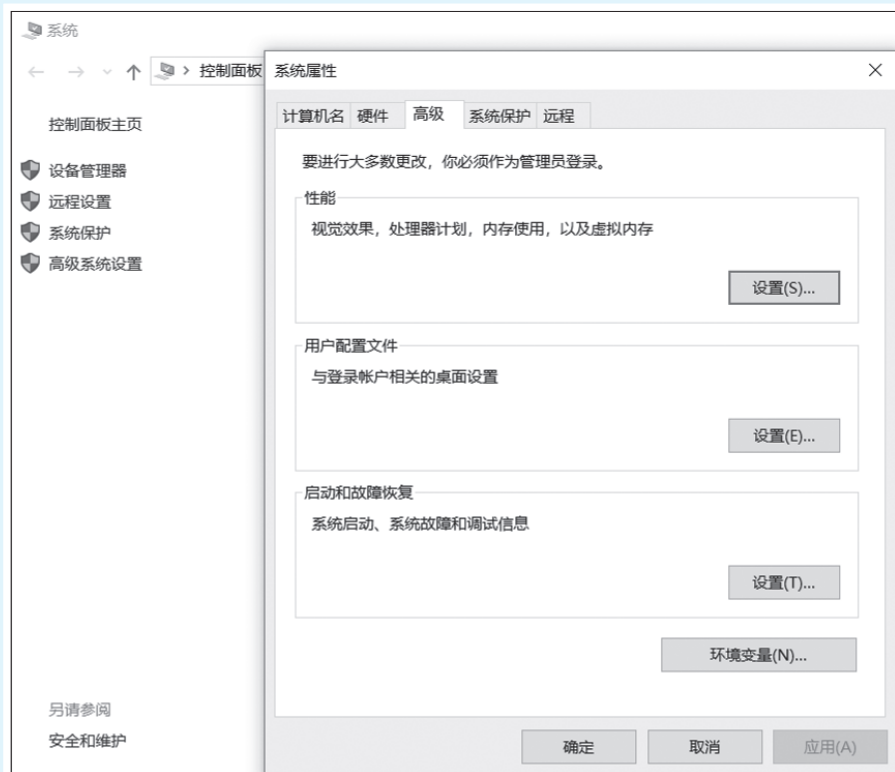

图 1-20
(1) 在桌面上右击“我的电脑”选择执行“属性”命令，弹出“系统”主页窗口。在窗口左侧选择“高级系统设置”选项，弹出“系统属性”对话框，如图 1-20 所示。